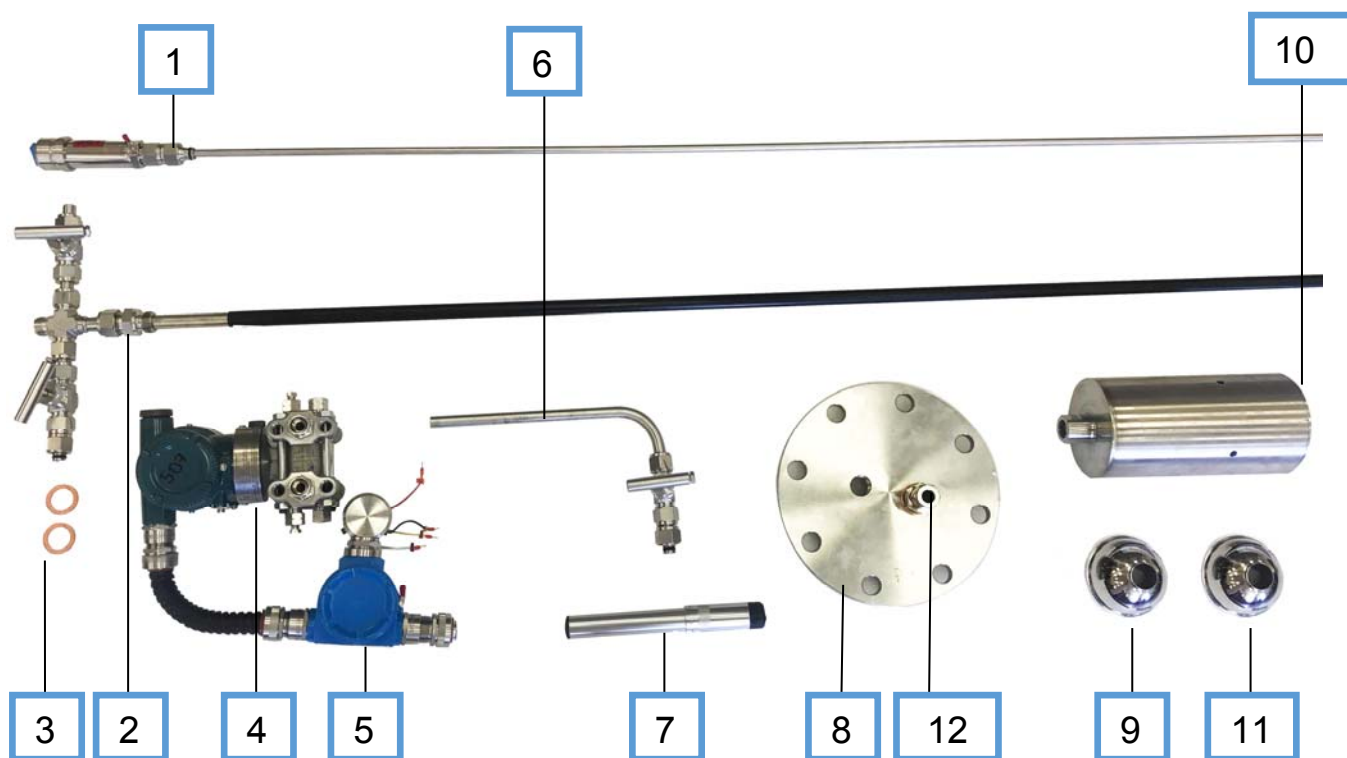

Рисунок 1 – Комплектация уровнемера ВЕКТОР-ДПТ
- Уровнемер ВЕКТОР-ДПТ с комплектом поставки (рис. 1);